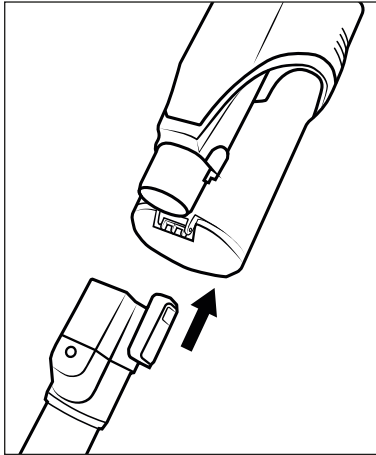

Abb. 1
- 1) Schieben Sie das Saugrohr 24 auf das Gerät, bis es hörbar mit einem Klickgeräusch einrastet (siehe Abb. 1).